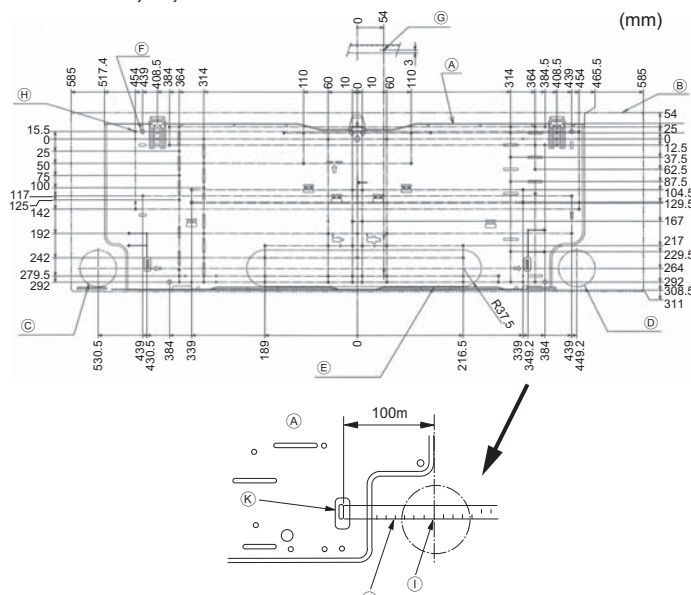

Рис. 3-2
①	Монтажная плита	1	Установить на заднюю часть блока
②	Винт-саморез 4 × 25	7
③	Изолента	2
④	L-образная соединительная трубка	1
⑤	Штуцер для зарядки	1
⑥	Беспроводной пульт дистанционного управления	1
⑦	Держатель ПДУ	1
⑧	Алкалайновые элементы питания (тип AAA)	2	Используйте упаковочный материал
⑨	Винт-саморез 3,5 × 16	2
⑩	Проставка	1
3.2. Установка настенного крепления (Рис. 3-2)